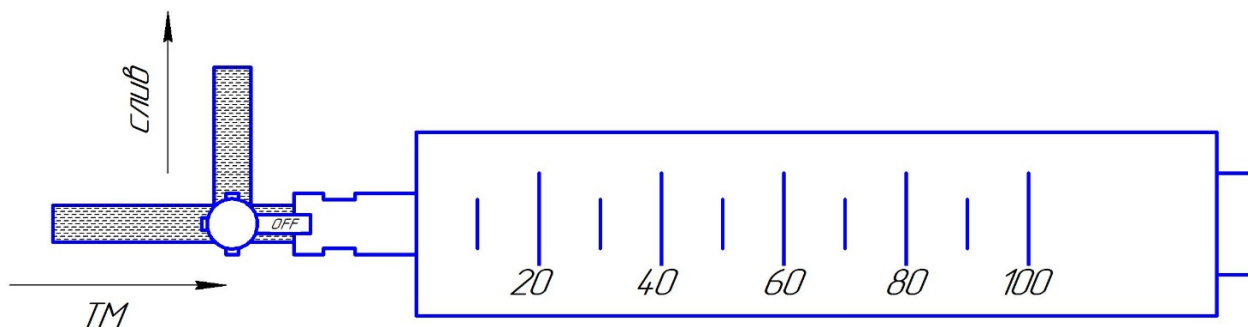

Рисунок 3.1. Выпуск масла из оборудования в сливную емкость
- присоедините шприц к пробоотборной линии оборудования посредством трехходового крана либо через переходник с Luer Lock на трубку. Убедитесь, что кран перекрывает вход в шприц (рисунок 3.1);